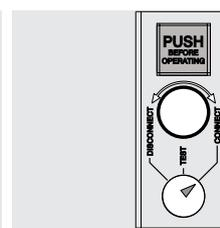

Figura 66
- interruttore in posizione di inserito (vedi Figura 66).